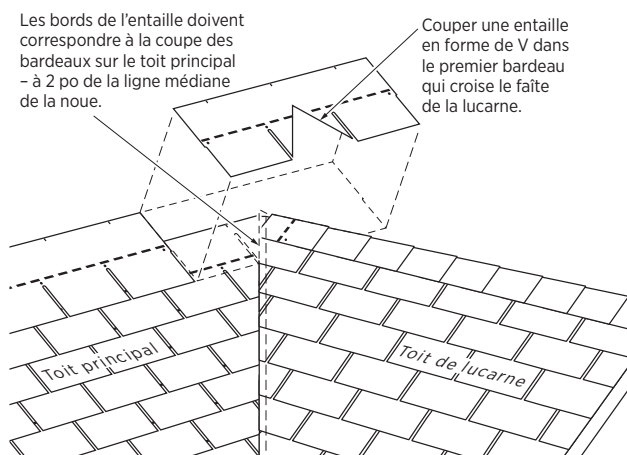

Figure 9-9 : Bardeau taillé en V posé sur le faîte de la lucarne.
3. Découpez dans le premier bardeau qui passe par-dessus le faîte de la lucarne une encoche en V qui s'engage parfaitement sur le faîte de la lucarne. Les côtés de l'encoche doivent s'adapter aux bardeaux du corps du toit qui ont été taillés au centre de la noue. Découpez cette encoche dans la languette du bardeau. Posez les bardeaux sur le côté droit de la lucarne de façon à ce que les rangées des bardeaux se conforment à la position du bardeau avec l'encoche en V (Figure 9-9).